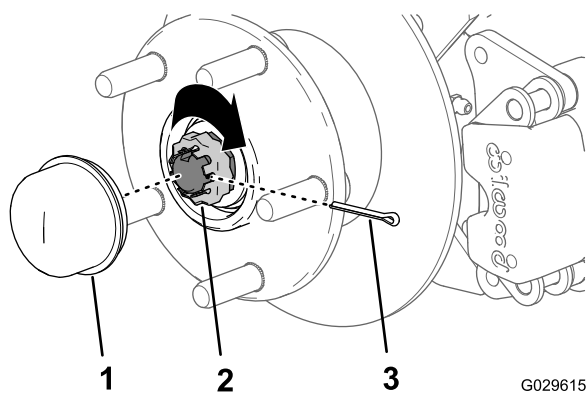

Figure 32
8. Placez le frein d'écrou sur l'écrou et vérifiez que la fente du frein d'écrou et le trou dans la fusée sont alignés et permettent d'insérer la goupille fendue (Figure 32).
9. Insérez la goupille fendue et repliez chaque jambe autour du frein d'écrou (Figure 32).
10. Reposez le capuchon antipoussière sur le moyeu (Figure 32).